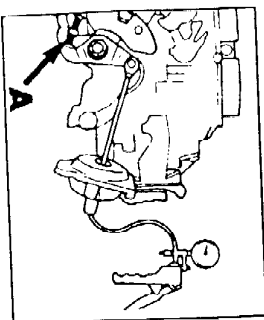

Рис. 2 Пневматический привод дроссельной заслонки
- д) Если частота вращения холостого хода упадет ниже этой величины, произведите регулировку поворотом регулировочного винта пневматического привода дроссельной заслонки (А, Рис. 2).
- б) Присоедините ручной вакуумный насос к камере привода дроссельной заслонки (Рис. 2) и создайте разрежение в 400 мбар.